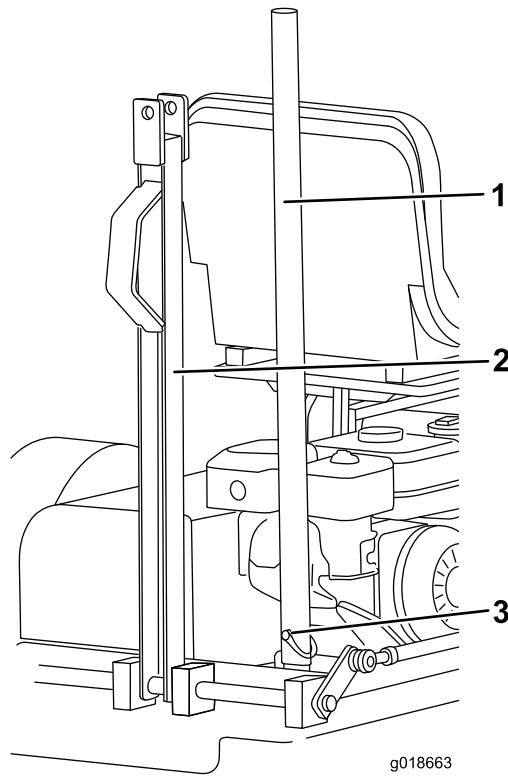

Figura 8
- A. Retire el pasador de seguridad que sujetla la barra de elevación a la pestaña de la barra de tiro, y retire la barra del soporte (Figura 8).